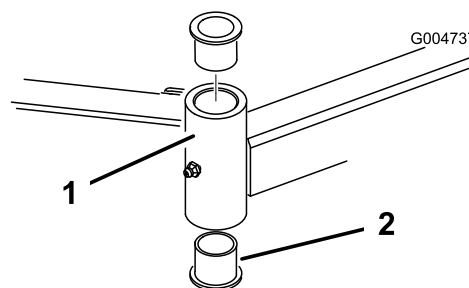

Bild 27
- Stecken Sie einen Dorn oben oder unten in das Befestigungsrohr und treiben die Büchsen heraus (Bild 27). Treiben Sie dann die andere Büchse aus dem Rohr heraus. Reinigen Sie die Innenseite der Rohre.